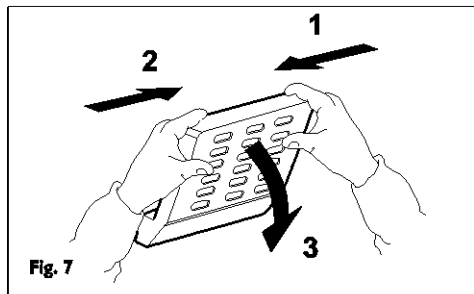

Fig. 7
- Retirez le diffuseur en suivant les instructions de la figure 7..